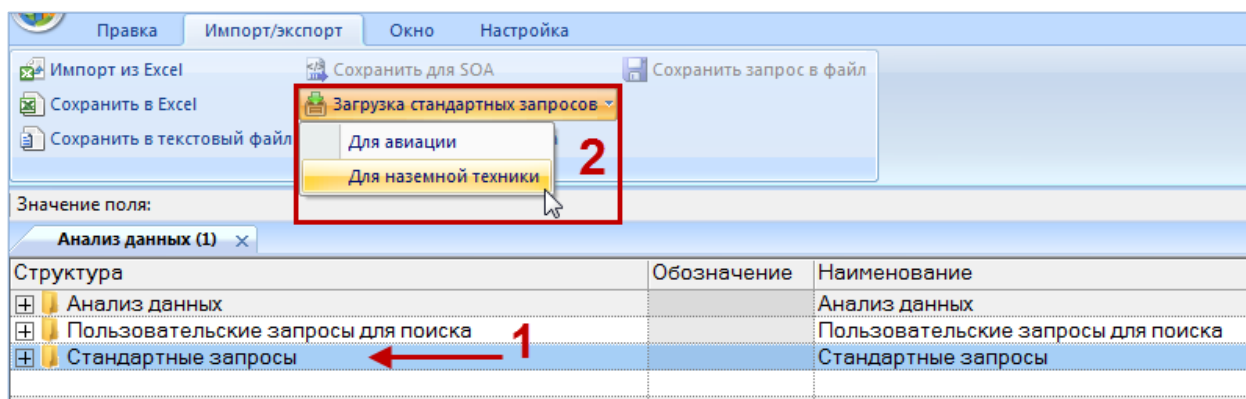

Рис. 7-1 – Загрузка стандартных запросов
- 2) Выбрать папку, в которую необходимо загрузить запросы (рис. 7-1).